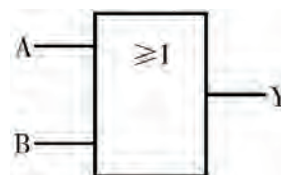

图 2.36 或门的图形符号（逻辑加）
(1) 或门电路。由上述实践活动的实例可知，只要具备条件之一，便会出现预期的结果。我们把这种逻辑关系称为“或逻辑”。把能够实现“或逻辑”关系的电路称为或门电路，也称 OR 电路，简称“或门”。
(2) 或门电路的描述与表达。或门用图 2.36 的图形符号表示，或逻辑又称为“逻辑加”。或门和与门一样，有一个输出端，有两个或两个以上输入端。